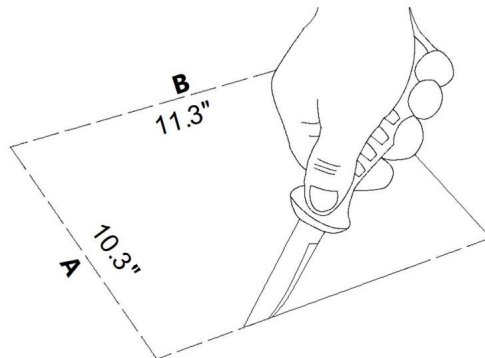

Fig.1.
2. Skär en öppning som mäter 11,3 tum x 10,3 tum vid den valda plats. (Se bild 1.)